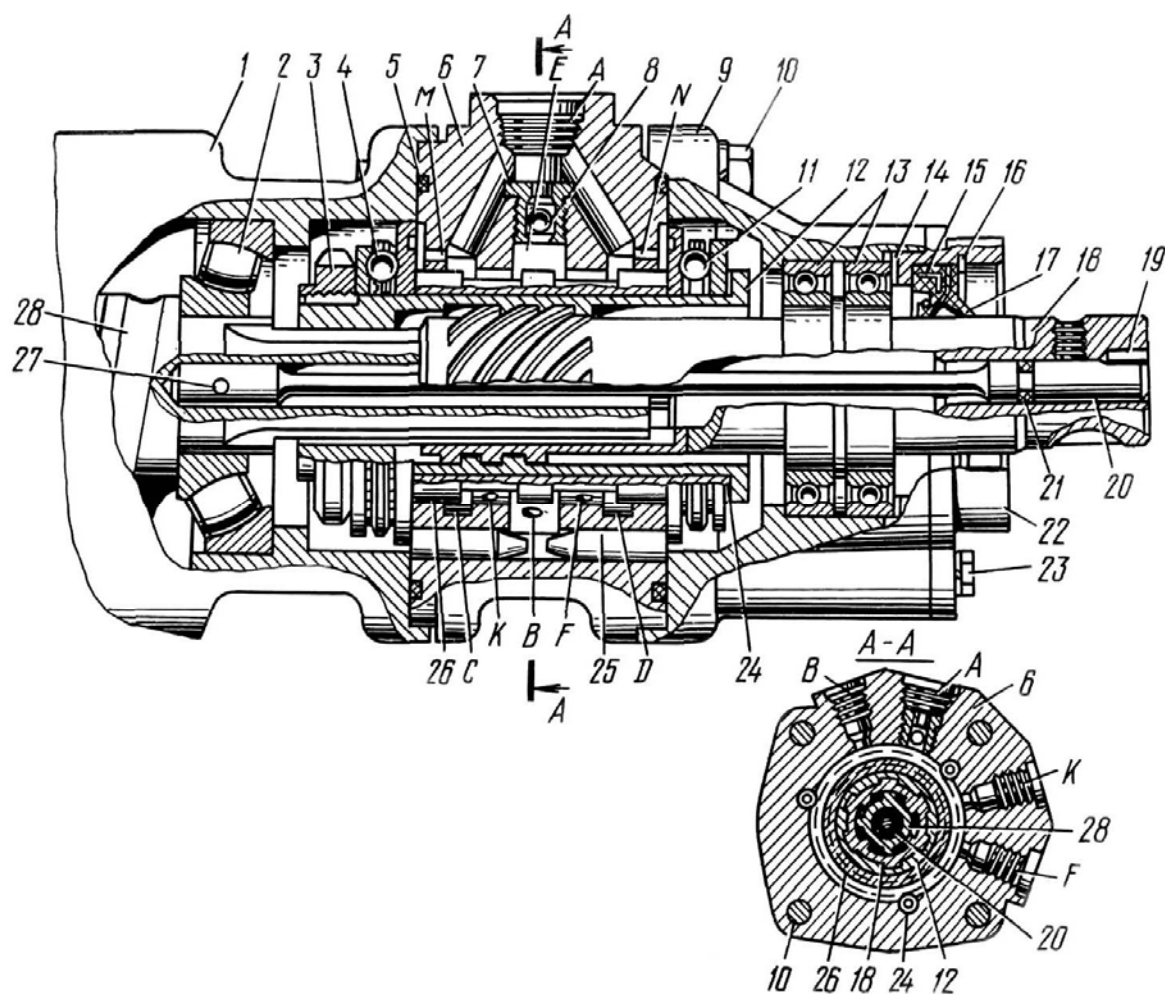

Рис.46. Распределитель рулевого механизма:
Средняя расточка соединена с каналом для подвода рабочей жидкости от насоса, а крайние - с каналом для отвода жидкости на слив. В трех реактивных камерах корпуса размещены плунжеры 25 (см. рис.46), которые могут в нем свободно перемещаться.
3. Отсоединить вилку карданного вала 10 (см. рис.43) от входного вала 18 (рис.46), для чего вывернуть его стяжной болт.
2. Отвернуть болты 10 (рис.46) крепления распределителя к картеру 1 рулевого механизма.
**Примечание.** Рекомендуется перед снятием распределителя нанести метки взаимного расположения картера 1 (см. рис.46) рулевого механизма, корпуса 6 распределителя и его крышки 9.
7. Извлечь из крышки 9 (см. рис.46) вал 18 в сборе с подшипниками 13. Спрессовать с вала 18 подшипники 13.
18. Выбить штифт 27 (см. рис.46) крепления торсиона 20 и извлечь из винта 28 торсион.
2. Установить во внутреннюю полость винта 28 (см. рис.46) торсион 20, совместить их отверстия и запрессовать штифт 27.
12. Установить в корпус 6 (см. рис.46) распределителя реактивные плунжеры 25 и ввернуть обратный клапан 7.
19. Установить распределитель 6 (см. рис.44) в картер 3 рулевого механизма по меткам, нанесенным при разборке. При этом круговые пазы в торсионе 20 (см. рис.46) и на входном валу 18 должны совпадать.
3. Поворотом входного вала 18 (см. рис.46) совместить метку на торце вала зубчатого сектора с меткой на сошке, надеть сошку на шлицы вала сектора и закрепить ее.
4. Подсоединить вилку карданного вала 10 (рис.43) к входному валу 18 (см. рис.46), предварительно установив шпонку, и завернуть в вилку стяжной болт.